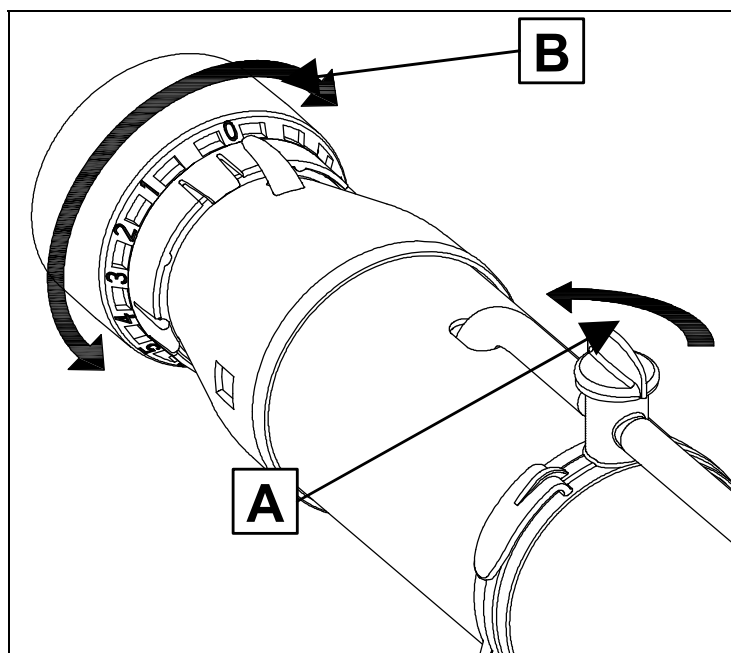

Рис.12. Регулировка расхода рабочего раствора
На трубе подачи воздуха расположен кран-блокиратор подачи рабочего раствора (рис.12, А), который позволяет перекрывать подачу рабочего раствора.
Максимальный расход рабочего раствора при полностью открытой дроссельной заслонке (положение ‘+’ регулятора (4)) устанавливается регулятором В (рис. 12). Поворачивайте регулятор по или против часовой стрелки для ограничения максимального расхода рабочего раствора. Всего доступно 9 положений регулятора, (см. таблицу ниже). В ней представлены
- Убедитесь, что кран-блокиратор подачи рабочего раствора (рис.12, А) закрыт.
1. Регулируя расход рабочего раствора регулятором **В** (рис. 12) от значения '1' – минимальный расход до значения '+' – максимальный расход. Чем больше расход, тем крупнее будет капля.